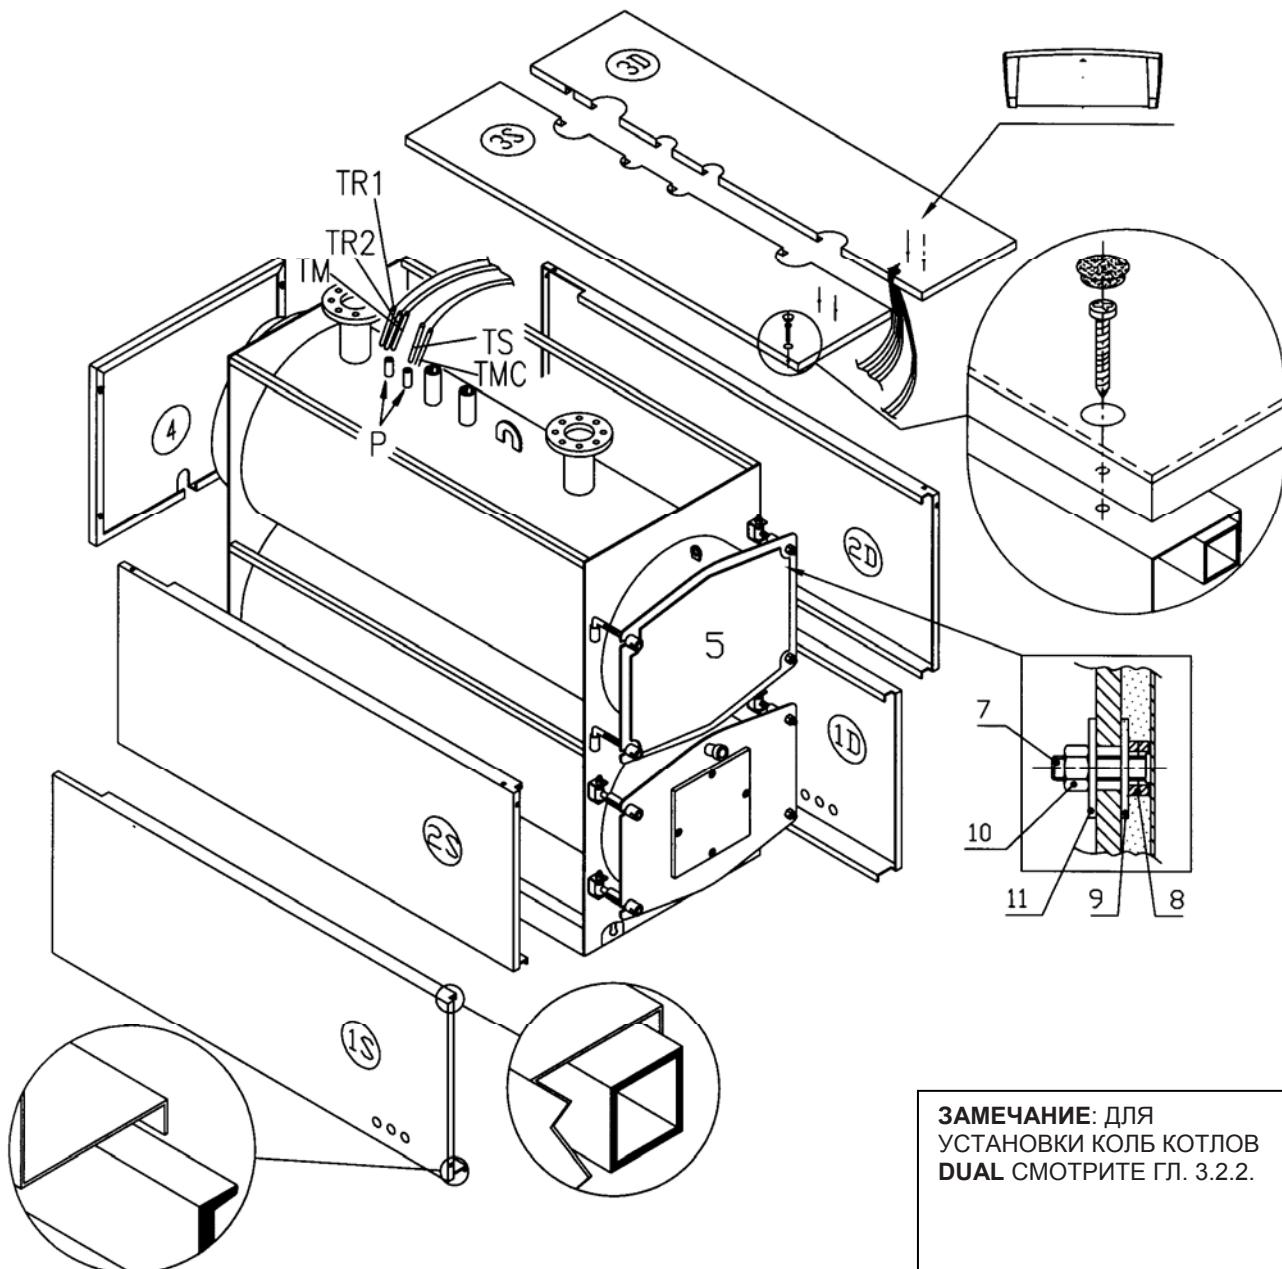

Fig. 6
4.1 ОБШИВКА КОТЛА (РИС. 6)
- a) Обернуть стекловатой корпус котла, оставив видимыми футляры для колб (P), расположенные около фланцевого патрубка подачи.
- f) Зафиксировать верхние панели винтами и закрыть проходные отверстия заглушками (см.рис.). Установить заднюю панель (4) соединяя в боковым панелям котла при помощи выступающих язычков.
- h) Для монтирования панели дверцы (5) вставить на каждый болт (7) панели две распорки (8) и шайбу (9), таким образом установить панель на дверцу закрепляя при помощи гайки (10) и другой шайбы (11).